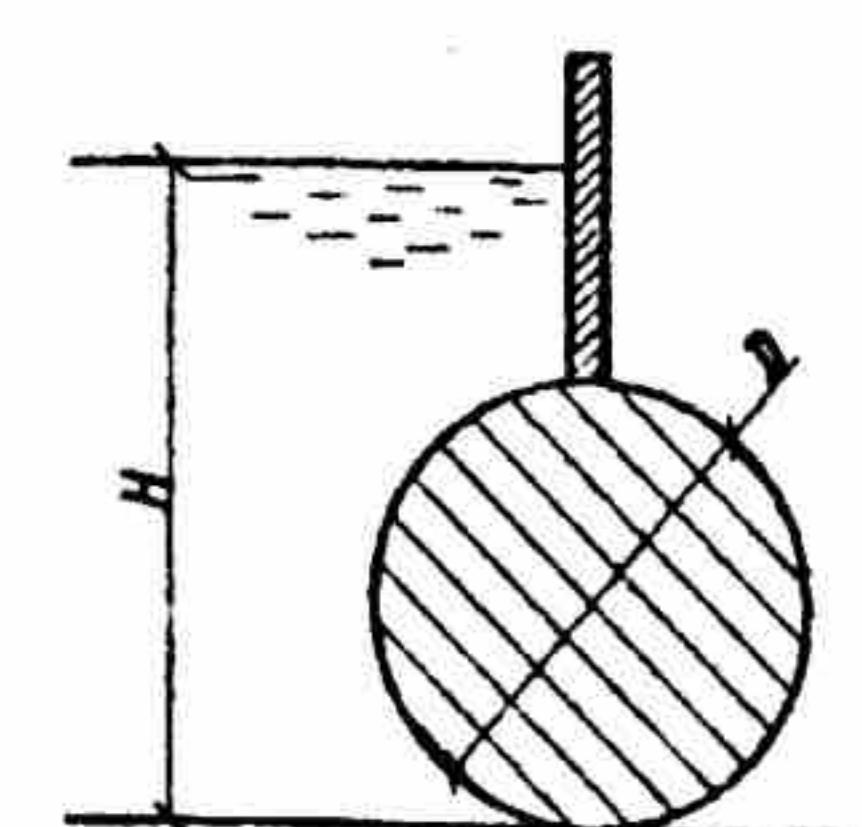

Рис.7
8. Цилиндрический затвор диаметром D перекрывает прямоугольный канал шириной b . Глубина воды перед затвором H . Определить силу гидростатического давления, действующую на затвор (рис. 7).